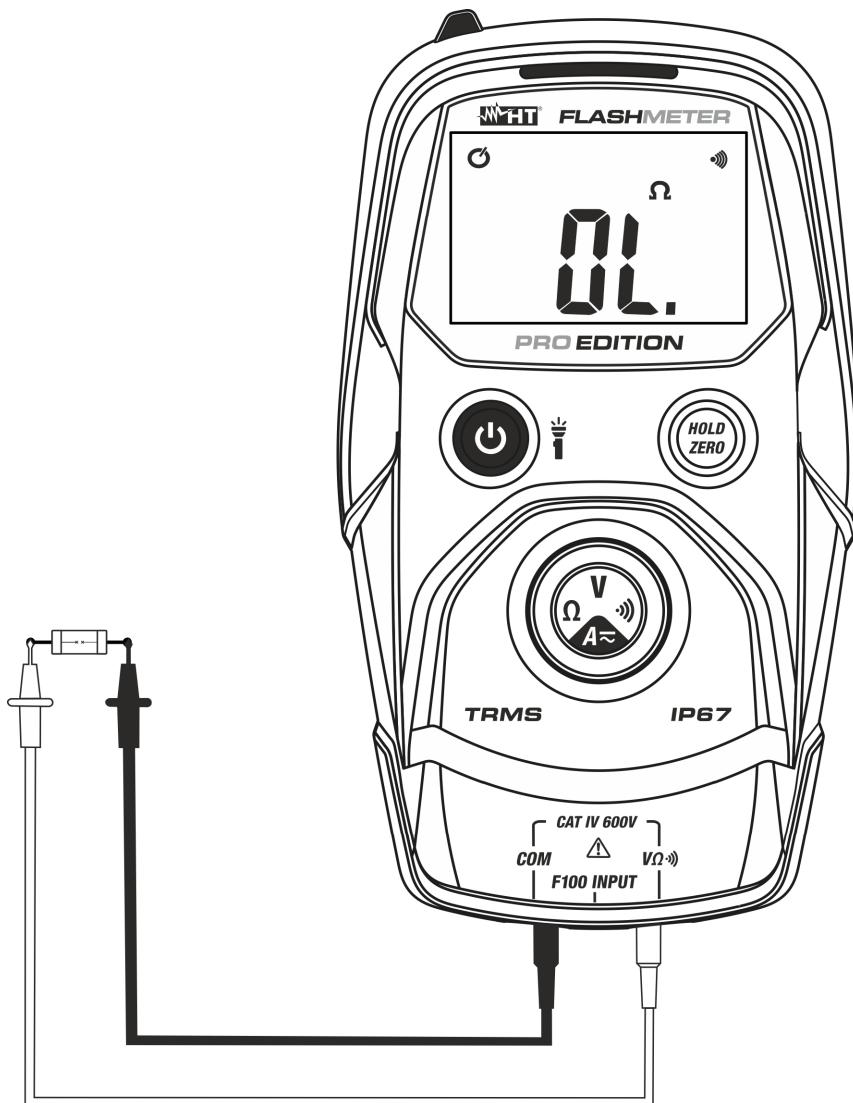

Fig. 6: Utilisation de l'instrument pour le test de continuité
4. Positionner les embouts dans le circuit examen (voir Fig. 6). L'avertisseur sonore de continuité est actif pour $R < 50\Omega$